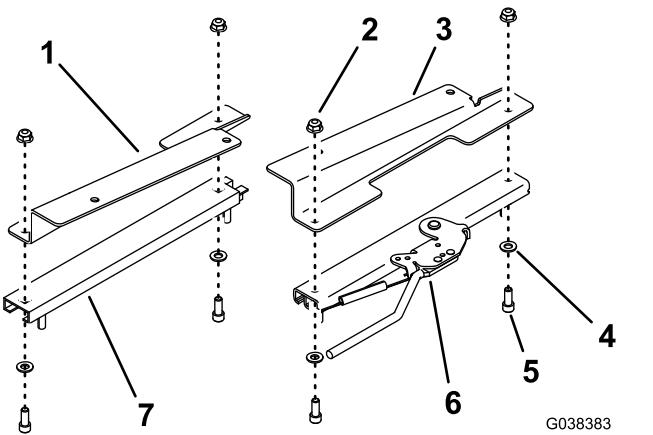

Figure 5
5. Fixez les supports de siège gauche et droit aux dispositifs de réglage gauche et droit à l'aide de 4 boulons à tête creuse hexagonale (5/16 x 3/4"), 4 rondelles plates et 4 écrous (5/16"), comme montré à la Figure 5.